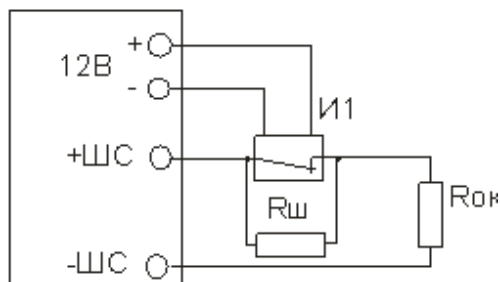

Рисунок 18 – ШС охранный с внешним питанием
- 3) Завернуть в стену два шурупа по установочным размерам (рисунок 18).
б) ШС охранный с внешним питанием (рисунок 18)